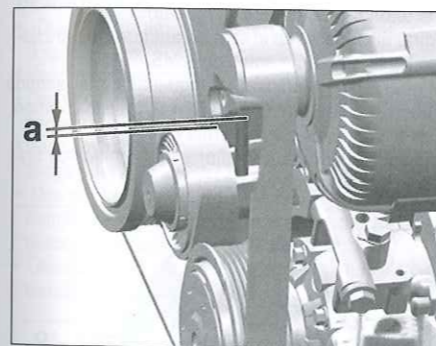

Fig. 3
- comprobar que el extremo del tornillo (A) sobrepase de la superficie de apoyo del rodillo tensor aproximadamente 2,5 mm (Fig.3).